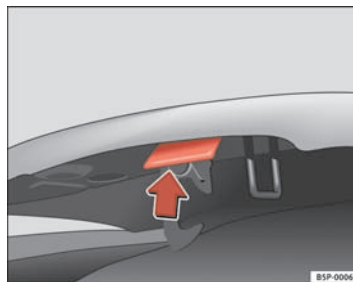

Fig. 177 Poignée d'ouverture sous le capot-moteur
- Appuyez sur la bascule sous le capot-moteur de manière à ce qu'elle soit orientée vers le haut ⇒ fig. 177. Le crochet de fixation est alors déverrouillé.